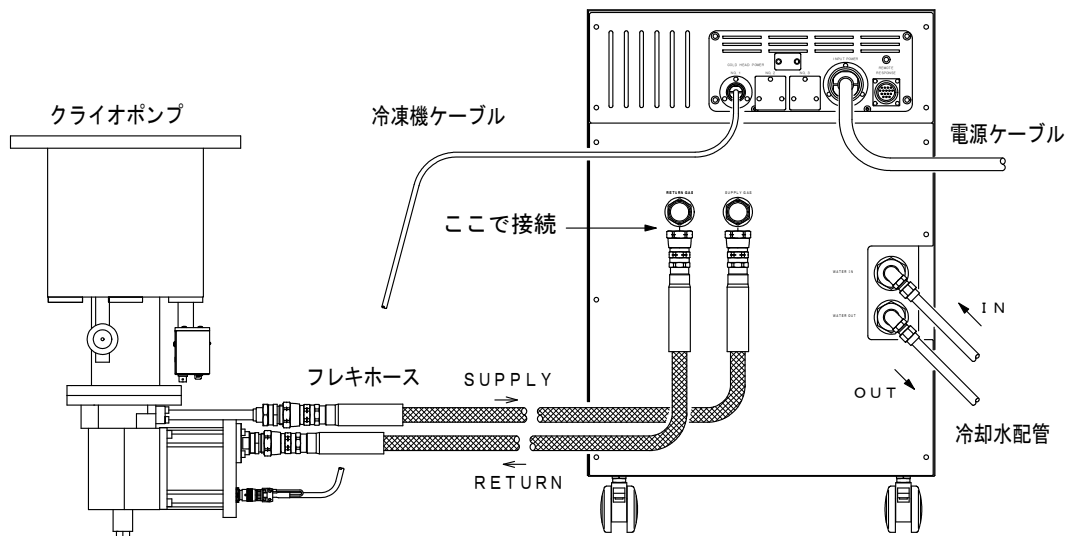

図 8-6 フレキシホースの接続
11. SUPPLY、RETURNのフレキホースを再びコンプレッサユニットに接続してください（図8-6）。接続前にセルフシールカップリングの平ゴムガスケットが外れたり、ねじれたりしていないことを必ず確認してください。